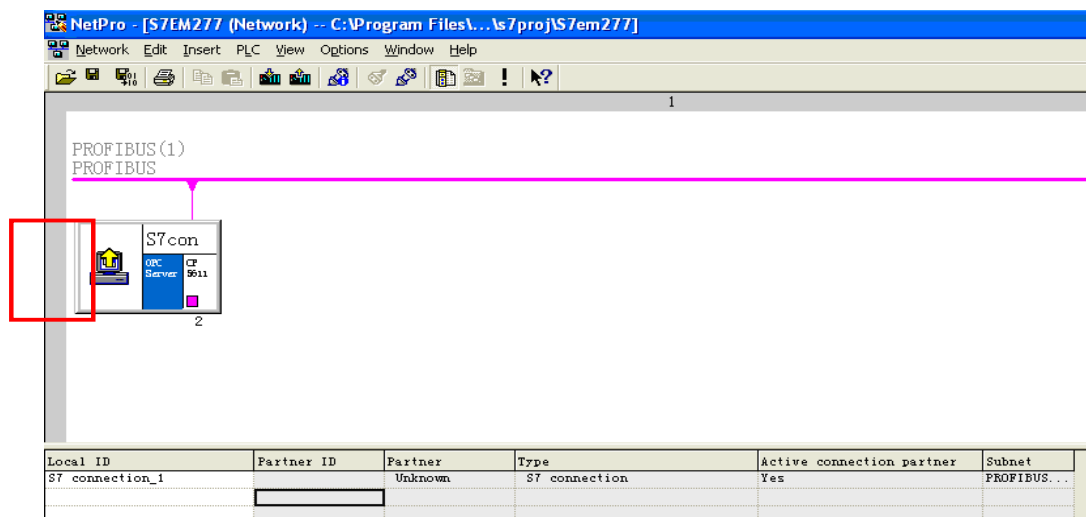
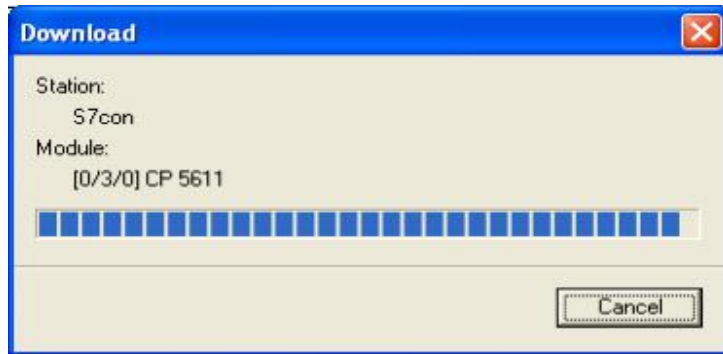

图 11
图 12
8. 保存编译无误后，如图 11 所示的图标会有黄色箭头标识，将正确组态信息下载到 PC Station 中，如图 12